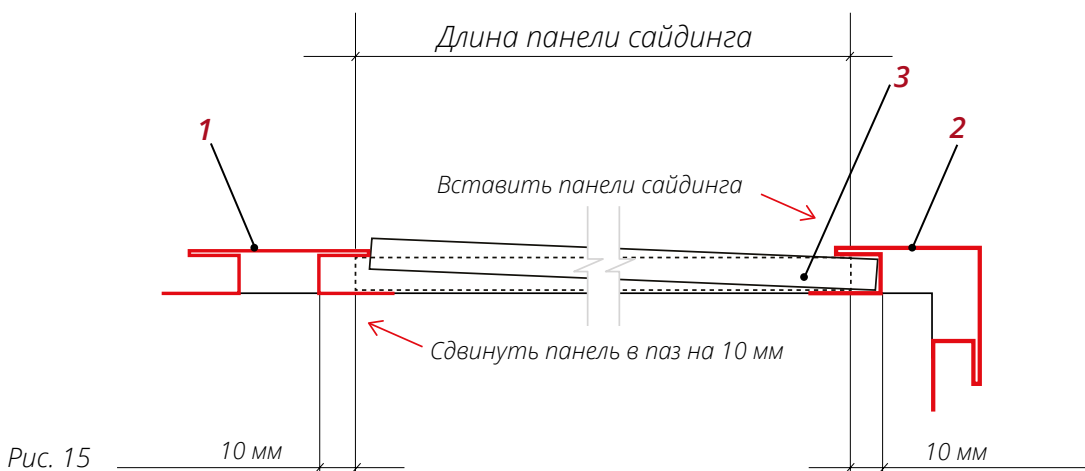

Рис. 15
- Используя схему со сложными доборными элементами, подготовьте панели таким образом, чтобы, когда один край панели **3** заведен до упора в паз доборного элемента **2**, второй край можно было завести в паз доборного элемента **1** с другой стороны (рис. 15).
- Вставьте панель в пазы доборных элементов и выровняйте ее так, чтобы панель входила в пазы наполовину его глубины или на 10 мм (рис. 15).
- Зацепите нижний выступ панели за Начальную планку до упора (рис. 15).